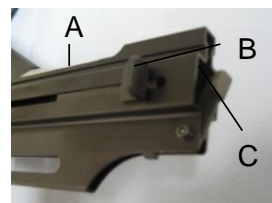

Fig. 1
3. Trageți dispozitivul de tensionare (poz. B, fig. 1) înapoi până ce piedica cu clichet se deblochează. Dispozitivul de tensionare glisează în direcția pistolului pentru cuie. Mecanismul de avans pentru pachetul de cuie este activ.